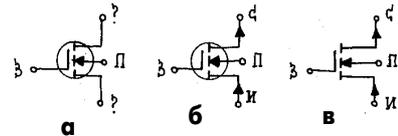

рис. 4
Поскольку по обозначению на схеме ПТ с изолированным затвором и отдельным выводом подложки нельзя однозначно сказать: "Где сток, а где исток?" (знак "?" на рис.4,а), автор в данном случае предлагает ввести следующее обозначение: сток обозначается уходящей из транзистора, а исток входящей в транзистор стрелкой (рис.4,б).
Если корпус транзистора не показан, обозначение принимает вид, показанный на рис.4,в: стрелки, обозначающие сток (C) и исток (I), следует чертить подалеже от канала транзистора - в этом случае можно однозначно различать подложку, сток и исток.